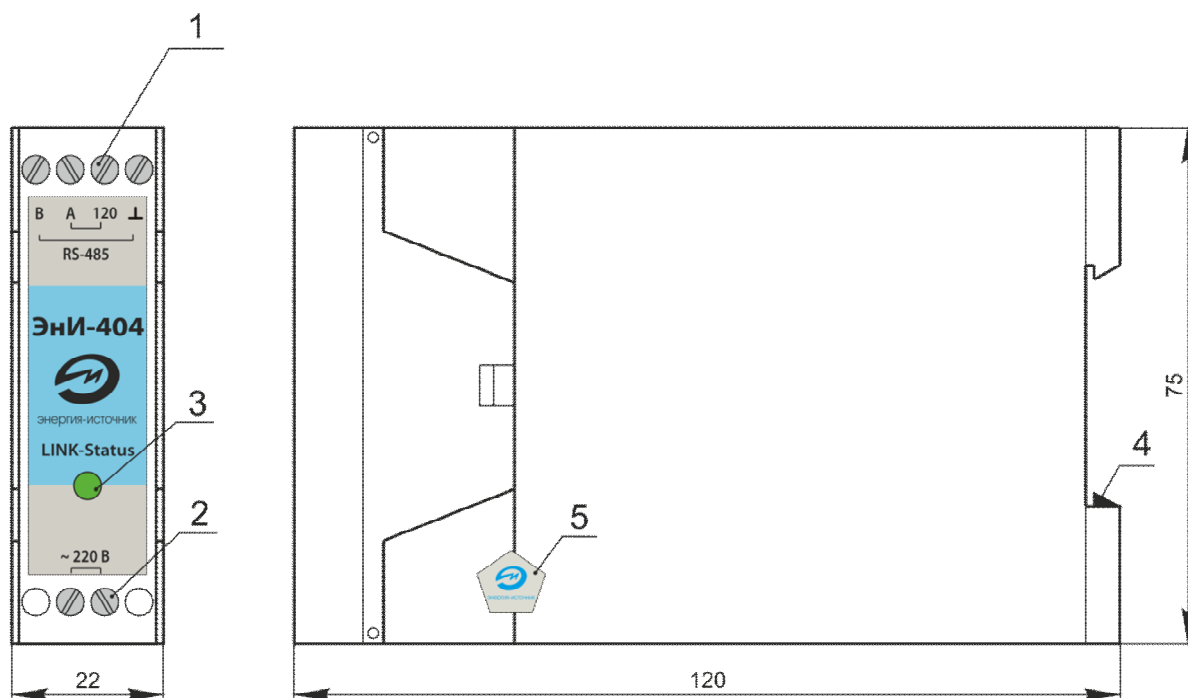

Рисунок 1 – Габаритные размеры и внешний вид ЭНИ-404.
7.9 Защита от несанкционированного доступа к ПО и электронным компонентам обеспечивается нанесением пломбы (5) рисунок 1 на корпус ЭНИ-404. Пломба представляет собой саморазрушающуюся наклейку, которая наносится в месте соприкосновения основания и крышки корпуса ЭНИ-404.